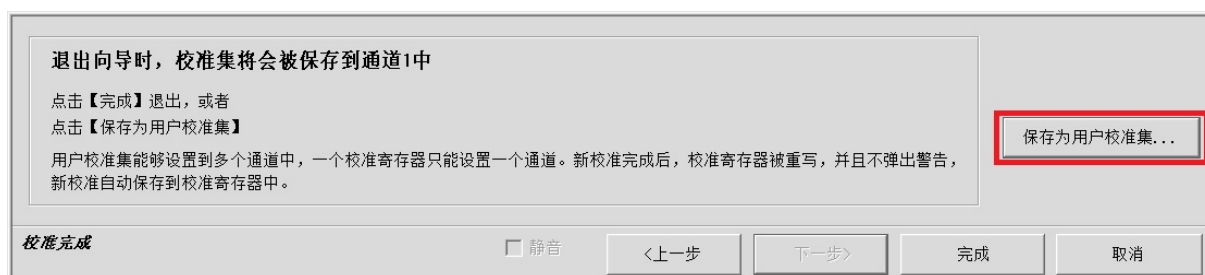

图7.9 保存用户校准集页面
- 7) 所有校准完成后点击**校准**对话框的[下一步]，进入图 7.9 保存用户校准集页面。
6) 测量完成后，自动进入图 7.9 所示的保存用户校准集界面，点击[完成]，保存校准结果。